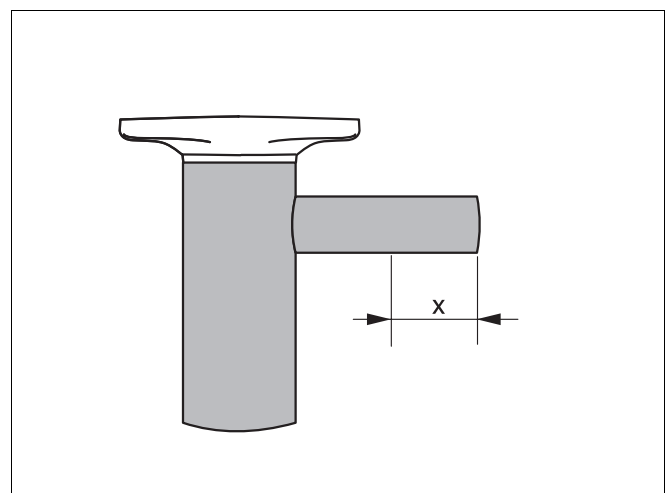

Abb. 11 Trichtersiphon Maß x
- Bei S120 Trichtersiphon um das Maß x = ca. 10 mm bei Unterputzmontage und x = ca. 65 mm bei Aufputzmontage kürzen (Abb. 11).